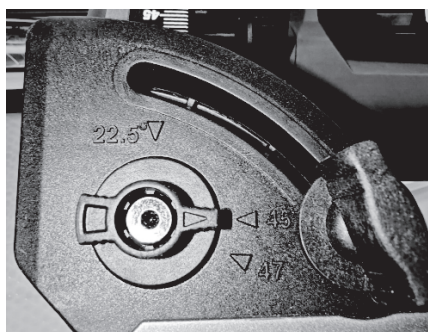

РИС. 7
2. Поверните ручку быстрой установки угла (Рис. 7) до значения 22,5° / 45° / 47°.